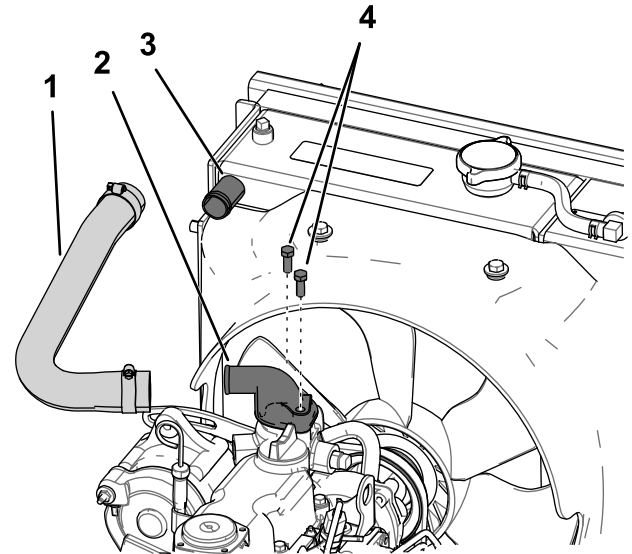

Figura 8
6. Instale el extremo superior de la manguera del radiador en la salida recta del radiador y apriete la abrazadera (Figura 8).
3. Alinee la junta y la salida con los taladros de montaje y con el orificio situado encima del motor, con el extremo en ángulo de la salida orientado hacia el lado derecho de la máquina (Figura 8).